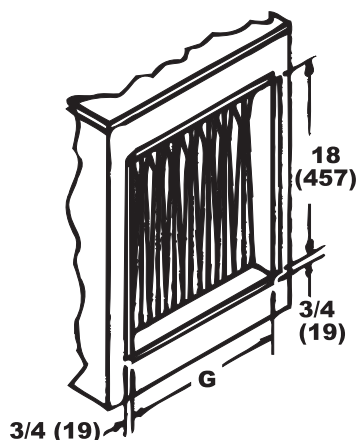

Figure 12. Dimensions des raccords de conduit (se référer au Tableau 7)
- **Dimensions de raccordement** : les dimensions de raccordement (pouces (mm)) sont illustrées à la Figure 12 et répertoriées au Tableau 7.
Dimension G (voir Figure 12 , pouces (mm))